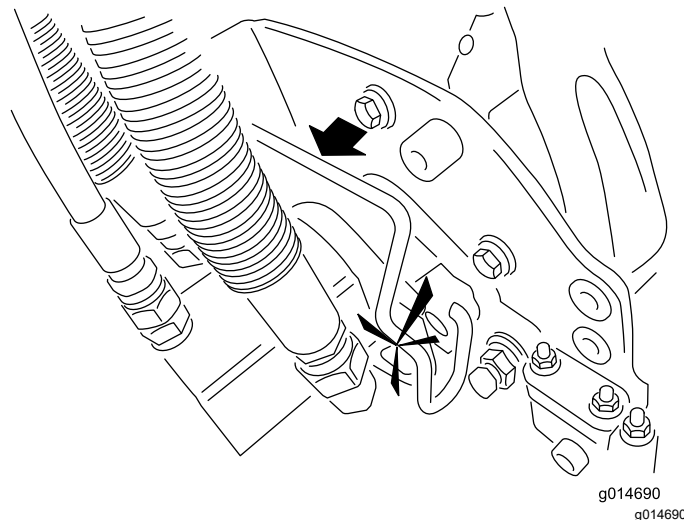

図 49
- 5. カuttingユニット用モータのスプラインシャフトにきれいなグリスを塗りつける 図 49。
- 6. モータを、カuttingユニットの左側運転席から見てに取り付け、カuttingユニットについているモータ固定バーを、モータの上から被せるようにセットし、モータの左右から「カチッ」というロック音が聞こえるまで押し下げる 図 49。